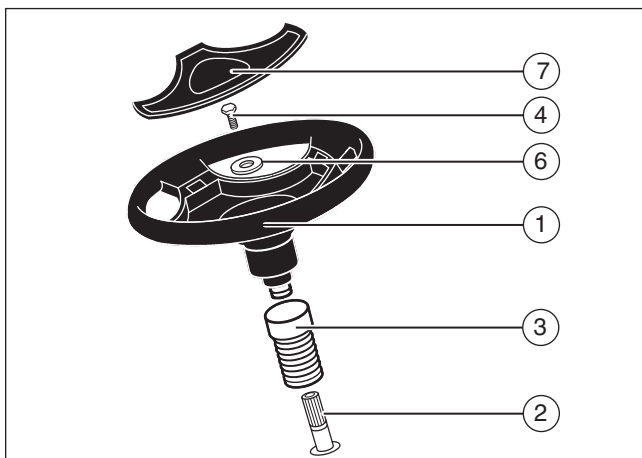

Figura 3
2. Far scivolare la copertura (3) sul piantone di guida (2). Verificare che il collare della copertura sia in alto (Figura 3).
3. Far scivolare il volante (1) sul piantone di guida.
4. Applicare il volante sul piantone con la vite (4) e la rondella (6).
5. Alcuni modelli sono dotati di una guarnizione (7) addizionale nel sacchetto delle parti. Applicare la guarnizione. Al centro del piantone di guida.